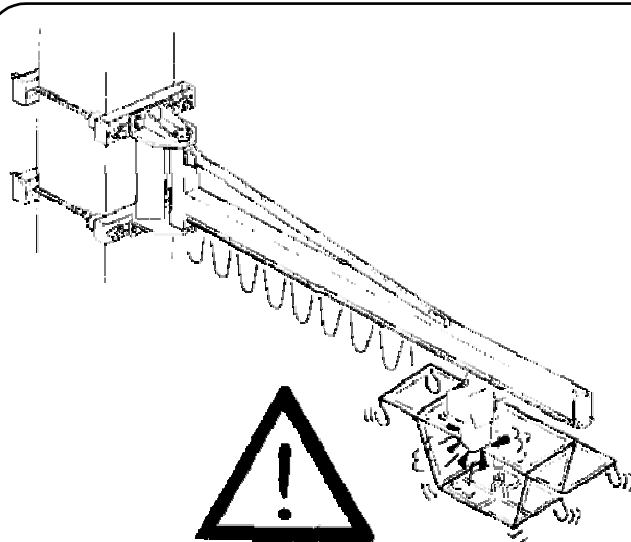

Abb. 57
- Teile, die mit anderen Teilen des Schwenkkrans kollidieren könnten (Abb.57)